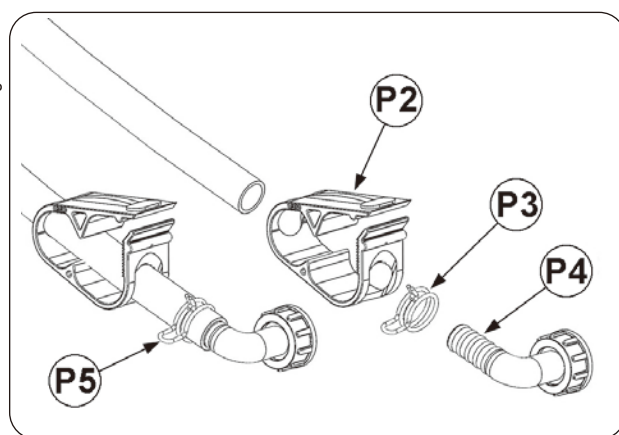

図 7
13) まずホース締付用クランプ (図 7 の P2)、次にホース固定用クリップ (図 7 の P3) にホースを通しておきます。
14) そのホースに継手 (図 7 の P4) を取り付け、継手の所をホース固定用クリップで固定します。